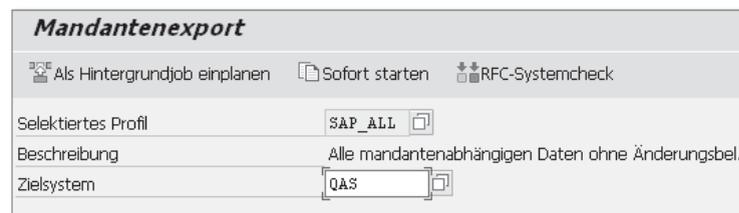

Abbildung 7.10 Mandantenexport
5. Wie bei lokalen und Remote-Kopiervorgängen wählen Sie auch in diesem Fall die zu kopierenden Daten über das Datenprofil aus (siehe Abbildung 7.10).